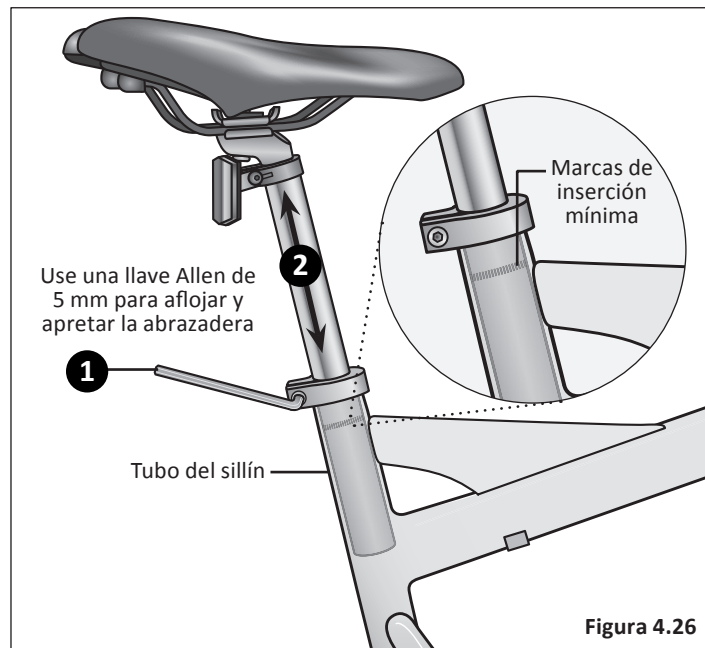

Figura 4.26
- 1 Usando una llave Allen de 5 mm, afloje el perno de la abrazadera del sillín. **Figura 4.26**